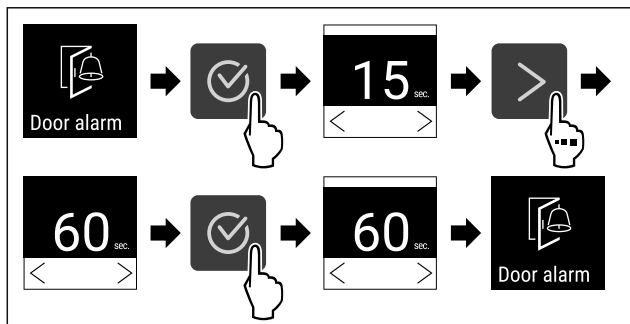

Fig. 87
- Stappen (zie Fig. 87) uitvoeren.